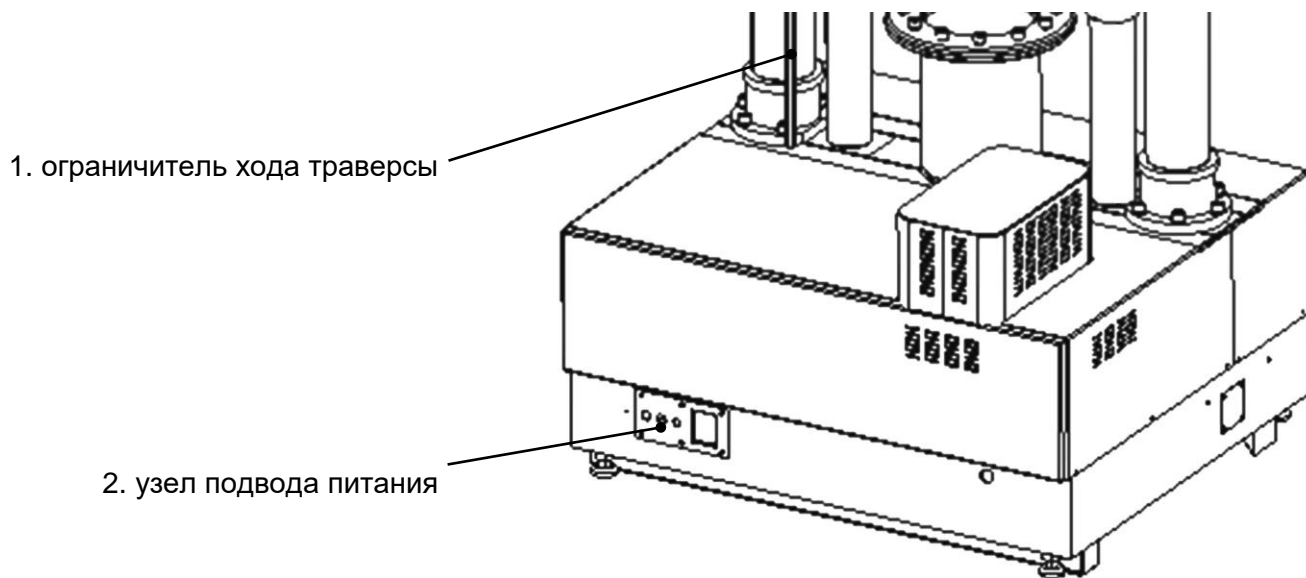

Рисунок 1.2 – Вид сзади
2.4.5 Для подключения машины к системе *ЛинтеА*®-ЛИНК или *ЛинтеА*®-ЛИС1 необходимо подключить антенну из комплекта принадлежностей к разъёму на задней стенке блока управления (см. рисунок 1.2).